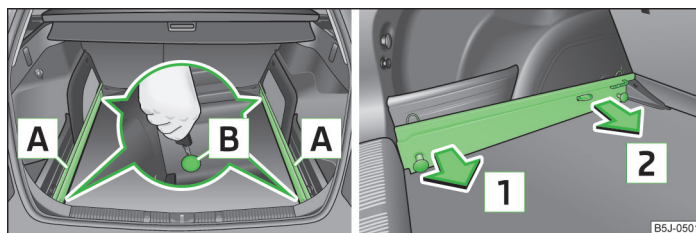

Fig. 52 Aflojar los puntos de seguridad/retirar los carriles portantes
- Suelte los puntos de retención **B** » fig. 52 en las guías portantes con la llave del vehículo o con un destornillador plano.
- Presione los dos puntos de fijación **B** » fig. 52 en cada guía portante hasta el tope.